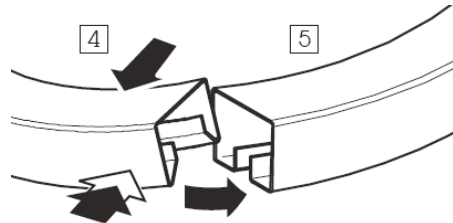

Abb. 17
- Schieben Sie ein Ende einer schmalen, 1,4 cm breiten Handlaufschiene auf ca. 5 cm in das aufragende Ende der bereits montierten breiten Handlaufschiene und stecken beide auf den Stahlmantel. Lassen Sie wieder etwa 15 cm der Handlaufschiene noch in die Luft ragen. Montieren Sie weiter in einer wechselnden Abfolge von schmalen und breiten Handlaufschienen. Drücken Sie die schmale Schiene ein wenig zusammen, um sie leichter in die breite zu stecken (**Abb. 17**).